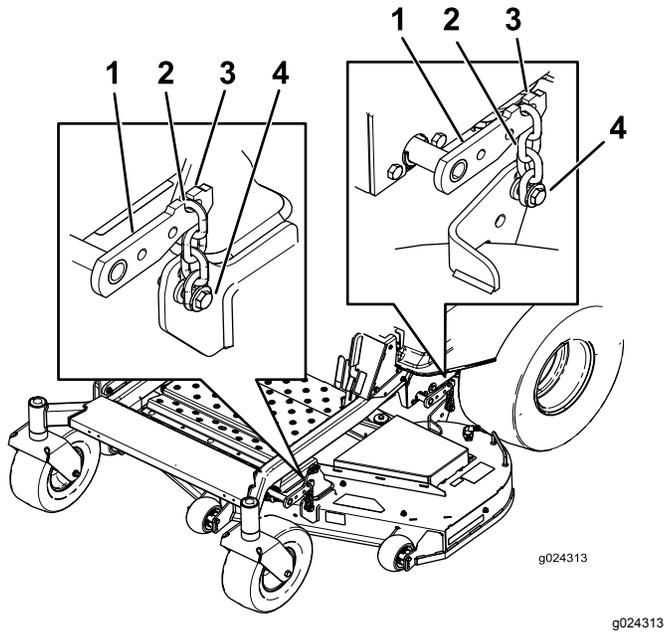

Figura 64
- Afloje los pernos de ajuste en las cuatro esquinas, hasta que la carcasa quede bien asentada sobre los cuatro bloques (Figura 64).
- Asegúrese de que las cuatro cadenas están tensadas (Figura 64).
- Apriete los cuatro pernos de ajuste (Figura 64).